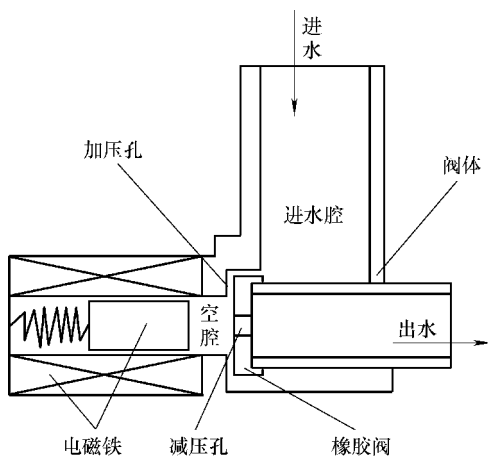

图 1-60 进水电磁阀内部结构
1) 进水电磁阀工作原理:进水电磁阀通过程控器的控制使洗衣机工作时能自动进水及关闭进水。其结构如图1-60所示,主要由电磁铁、阀体、橡胶阀等组成。